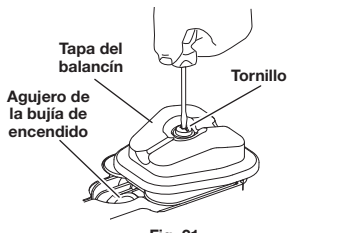

Fig. 21
4. Quite el tornillo que sujeta la tapa del balancín utilizando la herramienta adecuada (Fig. 21). Quite la tapa del balancín y la junta.
- El pistón se encuentre en la parte superior de su recorrido mirando en el orificio de la bujía de encendido (Fig. 21)
8. Vuelva a instalar la tapa del balancín utilizando una junta nueva (Fig. 21). Apriete el tornillo a: 20–30 pulgada•libra (2.2–3.4 N•m).